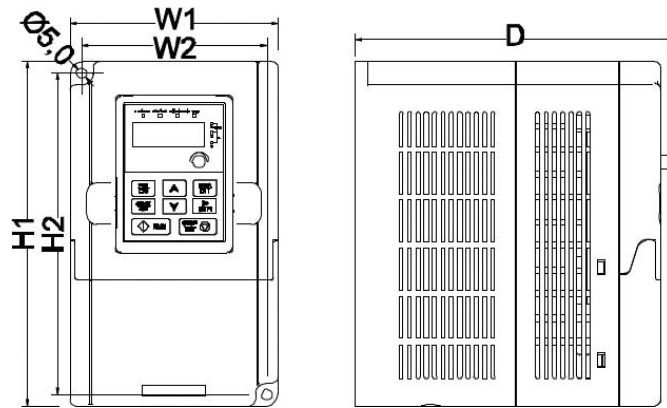

Рисунок 4-3. Габариты преобразователей частоты RI10.
Преобразователь частоты должен быть закреплен двумя винтами. Установочные размеры приведены на рис. 4-3 и в таблице 4-1.
- (1) Отметьте отверстия перед установкой. Разметка отверстий указана на рис. 4-3.
- (2) Установите ПЧ на стену.
- (3) Установите винты в отмеченные отверстия.
- (4) Надежно затяните винты в стене.